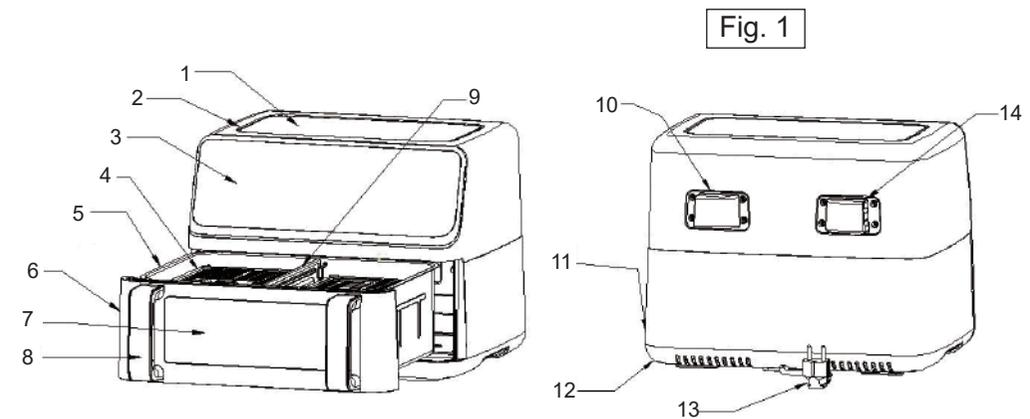

Fig. 2
- Toutes les surfaces accessibles peuvent devenir chaudes pendant l'utilisation (Fig.2).